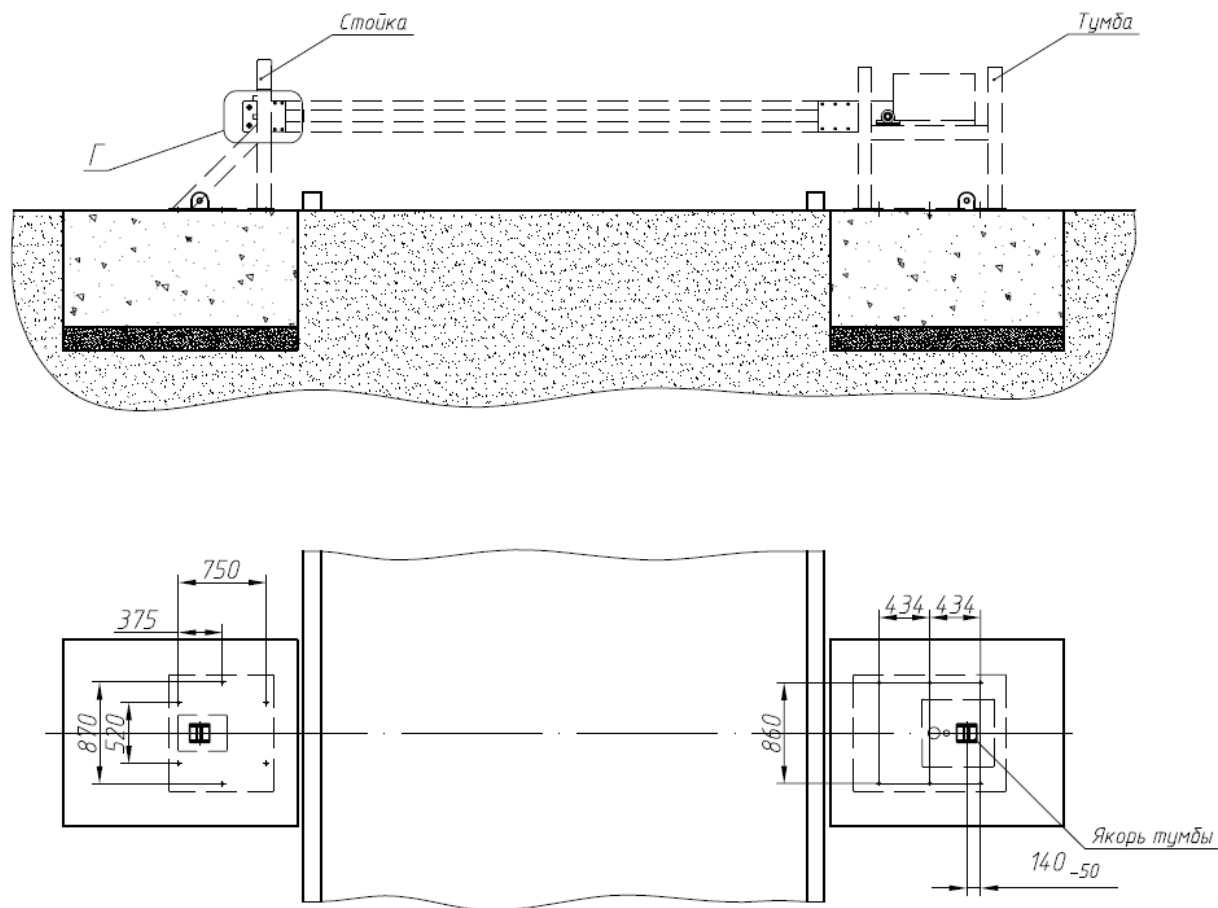
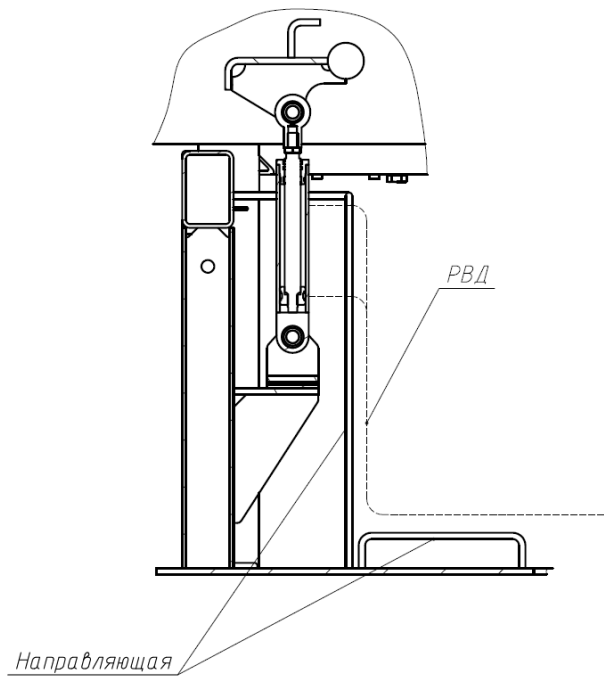

рис.3.1
рис.4.2
1.1.6 Установить шлагбаум на фундамент таким образом, чтобы якорь тумбы находился строго на оси симметрии тумбы (рис. 3.1).
1.1.11 Закрепить верхнюю проушину ГЦ на стреле, затем закрепить нижнюю проушину ГЦ на тумбе (рис. 4.2) При необходимости отрегулировать точку крепления при помощи регулировочных пластин таким образом, чтобы стрела опиралась на стойку (рис. 3.1). Убедиться, что стрела находится в середине противоположной стойки шлагбаума и установлена горизонтально, при этом конец стрелы не подвисает и устойчиво лежит на стойке. Затянуть гайки крепления подшипниковых опор.
4.1.15 Проложить РВД от шлагбаума к гидростанции и подключить их в соответствии с схемой гидравлической принципиальной. Внутри тумбы РВД проложить вдоль направляющих (рис. 4.2) и закрепить при помощи пластиковых хомутов.